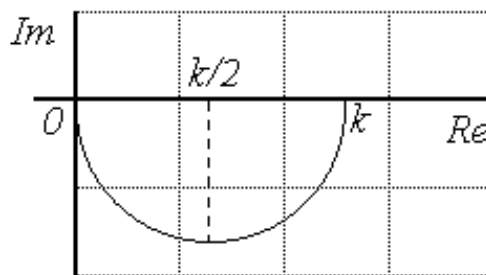

Рис. 9. АФХ аperiodического звена
На комплексной плоскости строим АФХ апериодического звена по выражению (11), которая имеет вид полуокружности и приведена на рис. 9.